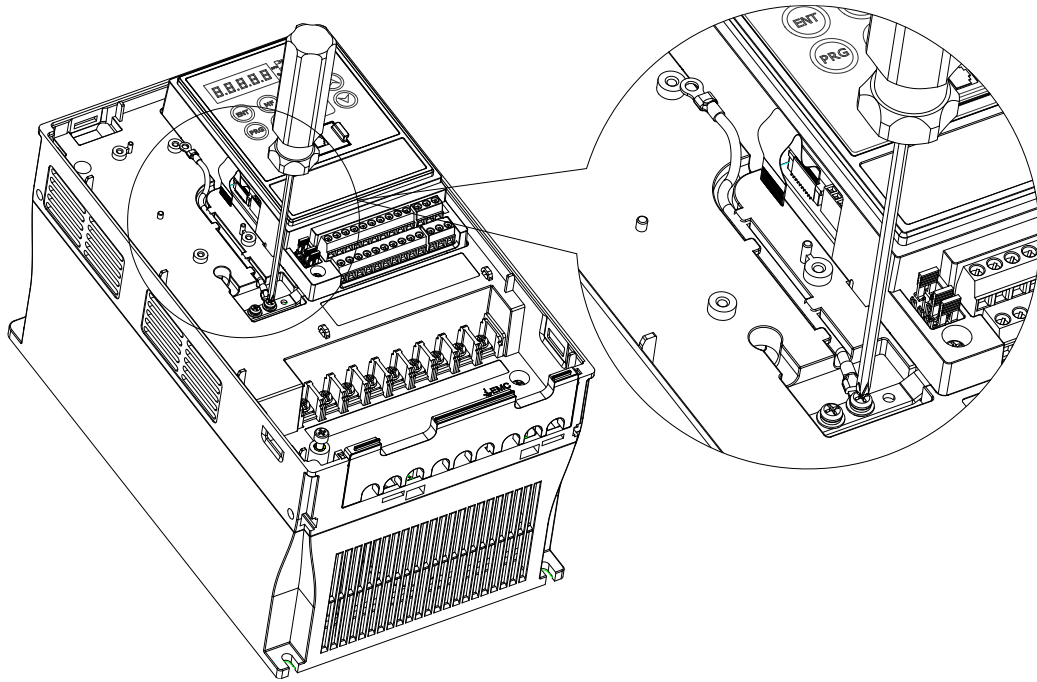

图 2-2 地线安装示意图
2) 地线安装：如图 2-2 所示，附件安装地线，其中一端用 M3X10 组合螺钉固定在主机的接地支架上；地线压入塑壳线槽内。